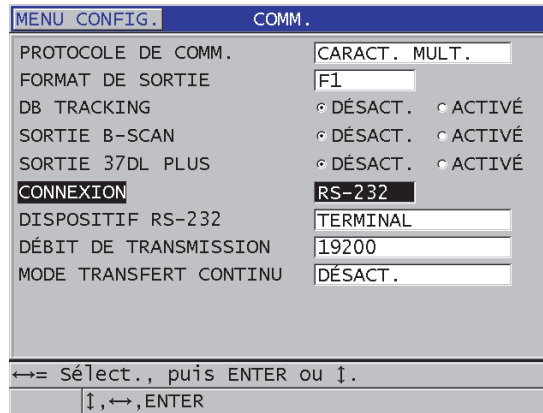

Figure 14-3 Affichage des paramètres de communication
7. Dans l'écran **COMM**. (Figure 14-3 à la page 284), faites ce qui suit :